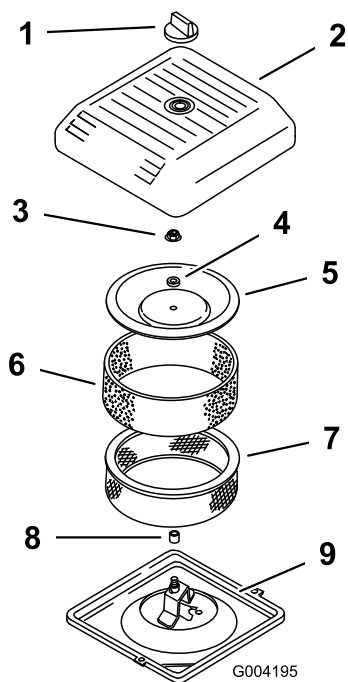

Figura 40
3. Svitare la manopola e rimuovete il coperchio del corpo del filtro (Figura 40).
- Fate scorrere attentamente il prefiltro in schiuma sintetica fuori dall'elemento di carta (Figura 40).
- Svitare il dado del coperchio e rimuovete il coperchio, il distanziale e il filtro di carta (Figura 40).
2. Montate il gruppo filtro dell'aria sulla relativa base (Figura 40).
3. Montate il coperchio, il distanziale e fissatelo con il dado del coperchio (Figura 40). Serrate il dado a 11 N·m.
4. Montate il coperchio del filtro dell'aria e fissatelo con la manopola (Figura 40).